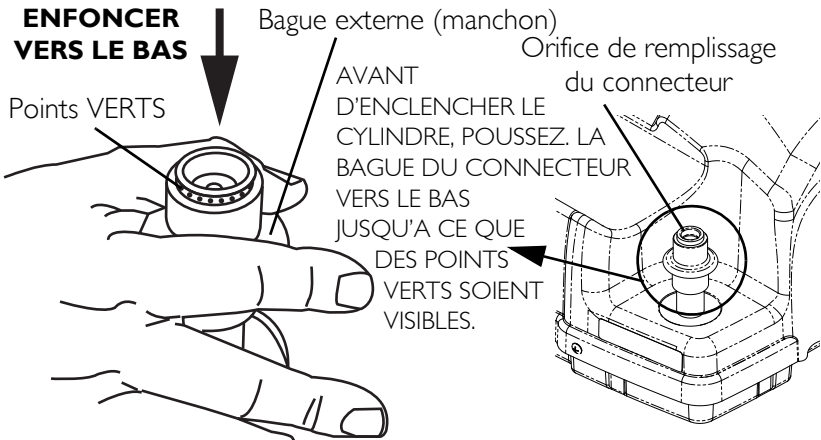

FIGURE 4.1 Rajustement de l'orifice de remplissage du connecteur
4. Poussez momentanément sur la BAGUE externe (manchon) du connecteur d'alimentation jusqu'à ce que des points VERTS apparaissent et que vous puissiez remettre le connecteur (FIGURE 4.1).